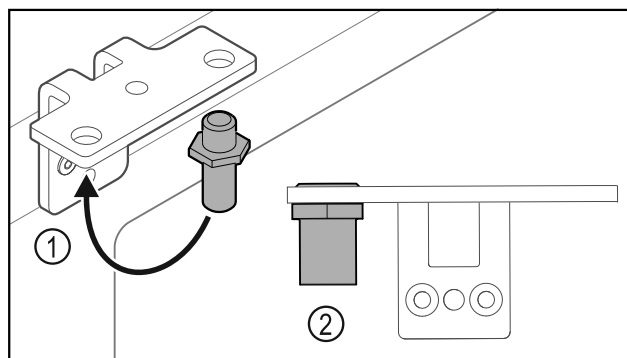

Fig. 32
- ▶ Mutăți bolțul Fig. 32 (1) în colțarul balamalei.
- ▶ Strângeți bolțul Fig. 32 (2) cu **cuplul de 12 Nm**.